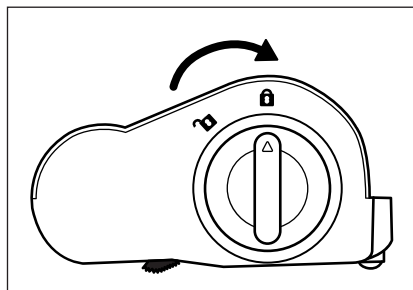

Fig. 29
- 5) Insérez le rouleau de brosse **20** dans la brosse de sol **21** et tournez le dispositif de déverrouillage du rouleau brosse **19** dans le sens du symbole **🔒** (fermeture) (voir fig. 29).